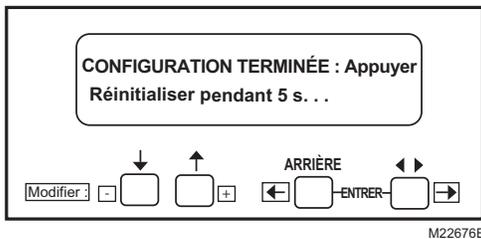

Fig. 22. Écran Configuration terminée.
22. Appuyer sur la touche fléchée Bas pour confirmer la durée post-purge correcte. « Obtention de données » sera affiché jusqu'à ce que l'écran de la Fig. 22 s'affiche.